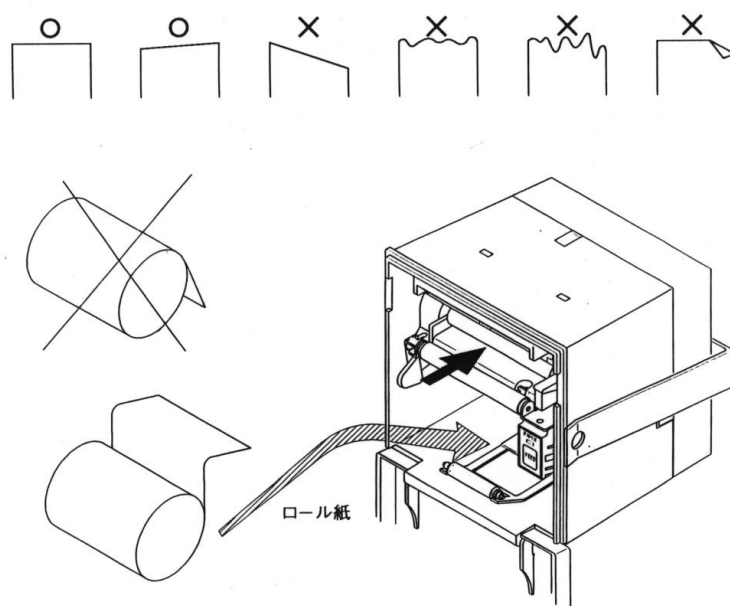

図 7.1 印字用紙のセット
- ① 前面カバーを開けて下さい。
- ② 印字用紙の先端を図 7.1 のように直角にカットして下さい。
- ③ 用紙の巻方向を確認し、ロール紙をケース内部に入れて下さい。
- ④ 印字用紙の先端をプリンタメカの挿入口に真直に差込みます。
- ⑤ 用紙のゆるみを取り、前面カバーを閉めて下さい。
- ⑥ 必要に応じて FEED スイッチを押して用紙送りをして下さい。